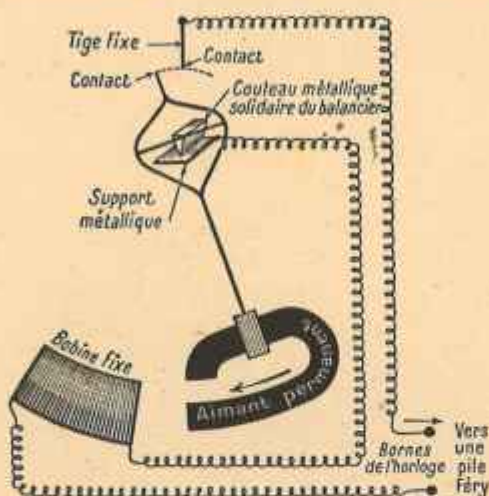

FIG. 159. — Entretien électrique des horloges.
1o Les horloges à *entretien électrique* se montent généralement sur une pile du genre Féry (§ 85, 2o). Celle dont la figure 159 indique le principe comporte une bobine fixe et un aimant permanent qui oscille (2). Quand le balancier va passer par la verticale, le courant de la pile traversera un instant la bobine et il se produira une attraction qui entretiendra le mouvement
(1) Par exemple l'alliage formé de: 50 p. 100 de bismuth, 25 p. 100 de plomb, 14 p. 100 d'étain et 11 p. 100 de cadmium fond vers 65°.
(2) Dans d'autres modèles, c'est l'aimant qui est fixe et la bobine qui exécute un mouvement oscillatoire.
(comme le fait le poids des horloges normandes ou le ressort-moteur des montres). La figure 159 est très schématique : lorsque le balancier repassera par la verticale (en s'éloignant de la bobine), il faut qu'il y ait répulsion : on doit donc prévoir un inverseur de courant, actionné par le balancier et qui n'a